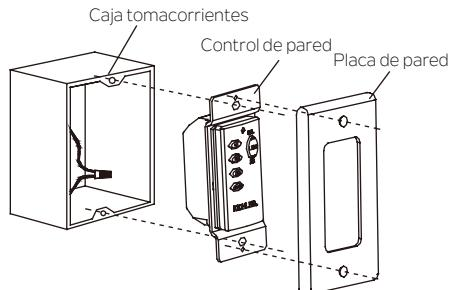

Fig. 28
Paso 2. Debe usar los tornillos provistos para asegurar el control de pared a la caja tormacorrientes de pared. (Fig. 28)